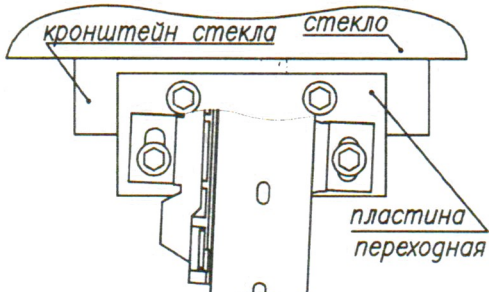

рис. 2.
***Используются только для дверей с уменьшенным межцентровым расстоянием между гайками приварными кронштейна стекла (рис. 2).*